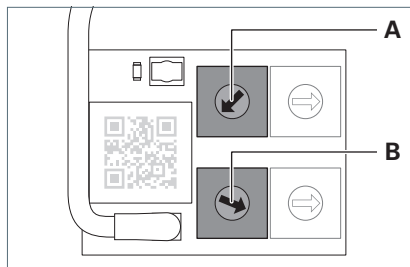

Fig. 6: Due encoder rotativi per l'assegnazione ad aree.
- Per impostare la prima cifra da destra dell'indirizzo di area esadecimale a due cifre, impostare l'encoder rotativo **A** sul valore desiderato, vedere Fig. 6.